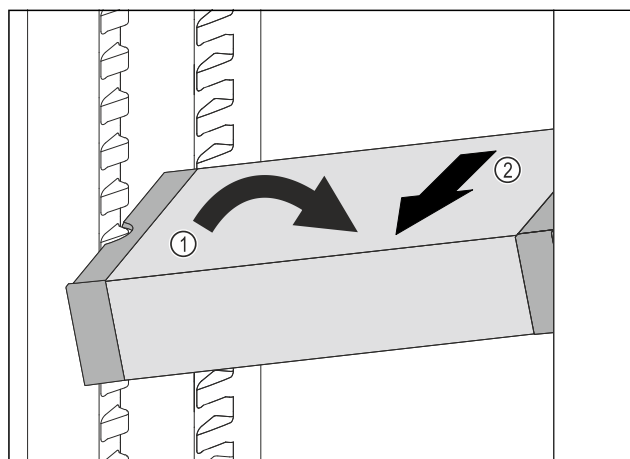

Fig. 64
- ▶ VarioSafe ustawić w chłodziarce pod skosem. Fig. 64 (1)
- ▶ VarioSafe wyjąć do przodu. Fig. 64 (2)